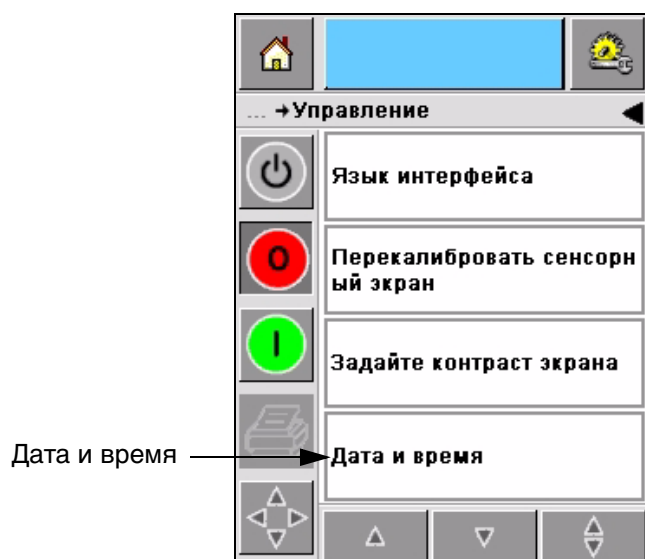

Рисунок 5-23: Экран управления
- 1 Перейти к *Tools (Инструменты)* > *Setup (Настройки)* > *(Управление)* с *Домашней страницы*. Появится экран *(Управление)* (Рисунок 5-23).
- 2 Выберите *Дату и время* из списка (Рисунок 5-23).